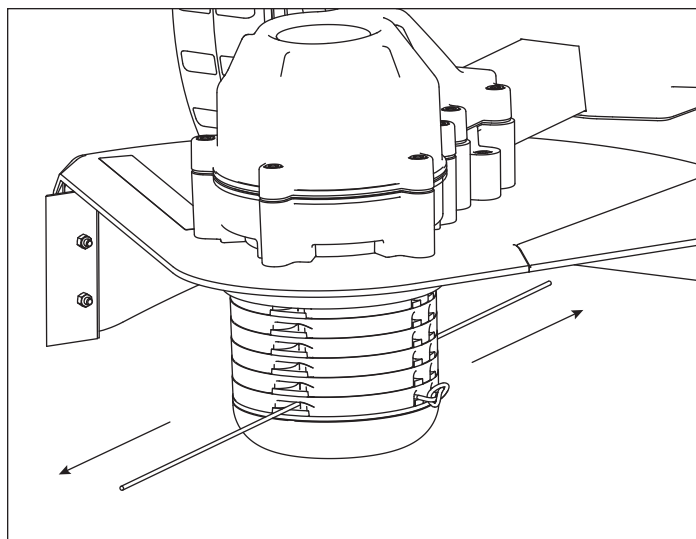

Figura 4
5. Empuje y jale el hilo de corte hasta que el nudo alcance el cabezal. Debería ahora haber 2 hilos de corte sobresaliendo del cabezal, opuestos entre sí. Solo use 1 hilo de corte por nivel. Usar más de un hilo puede generar atascos en el cabezal. **CONSULTE LA FIGURA 4.**